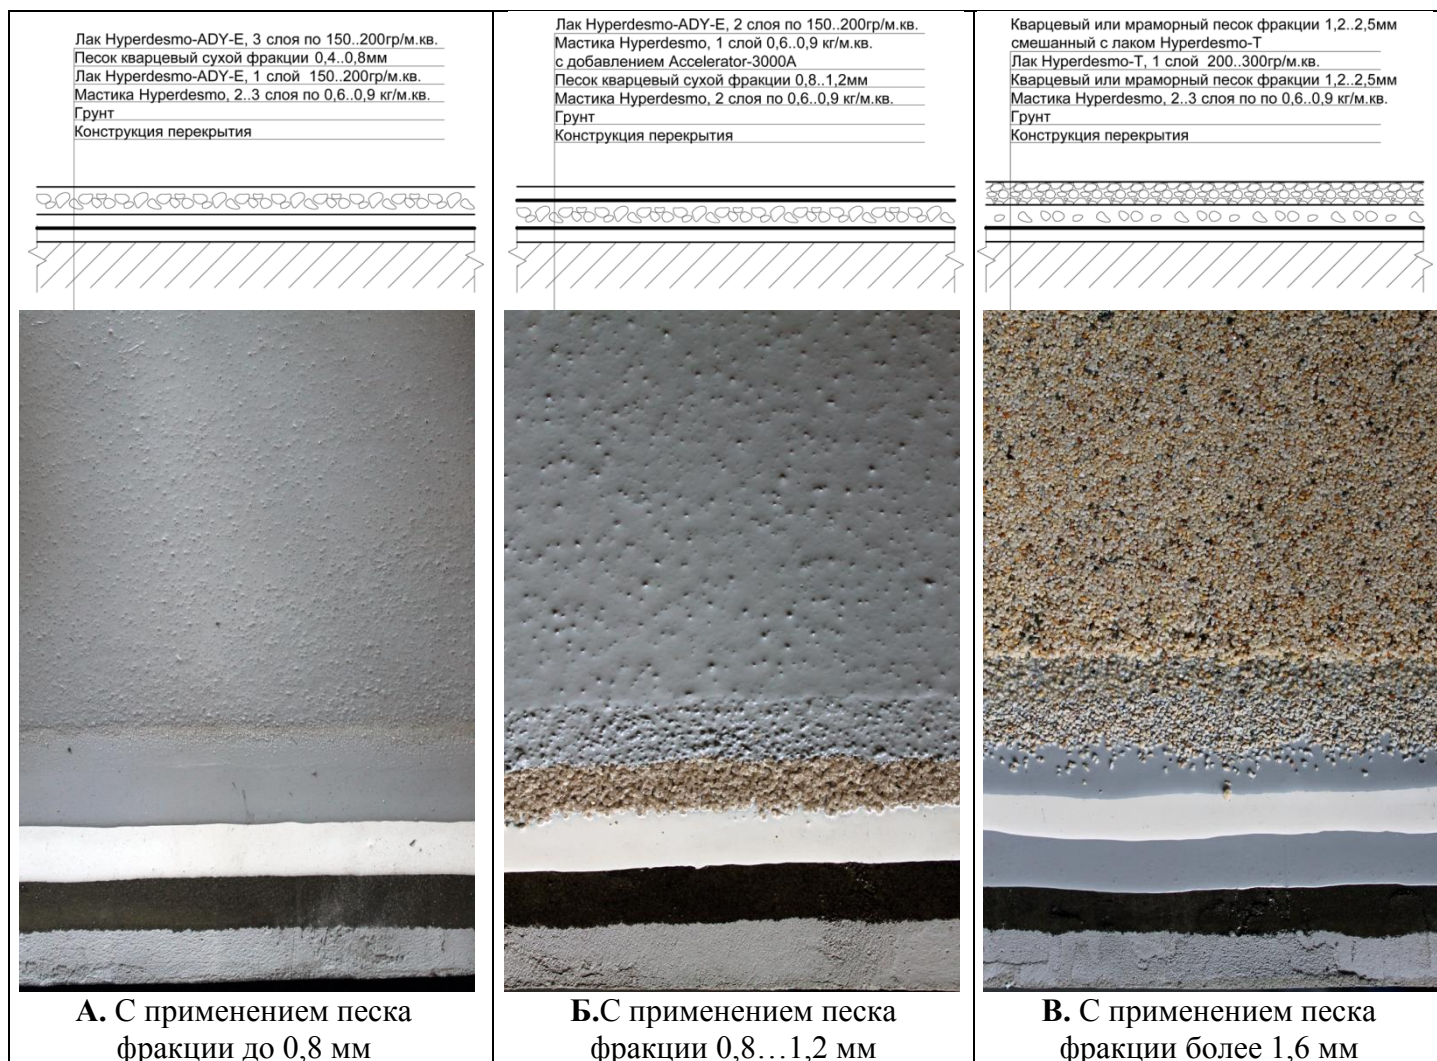

Рисунок 2.1. Варианты устройства защитных покрытий гидроизоляционной мембраны HYPERDESMO® в зависимости от крупности применяемого песка
Для создания шероховатых противоскользящих защитных покрытий в системе **HYPERDESMO®** необходимо применять посыпку песком (Рисунок 2.1.). Такие виды покрытий применяются только на горизонтальных поверхностях. В зависимости от крупности применяемого песка различаются три основных вида покрытия:
- Кварцевый или речной песок фракции до 0,8 мм насыпается на первый слой лака **HYPERDESMO®-ADY-E** до начала его полимеризации (Рисунок 2.1.А). Первый слой лака 150...200 гр/м² рекомендуется наносить на всю площадь поверхности не допуская технологических перерывов до начала поверхностного плёнообразования. Песок насыпается последовательно нанесению лака равномерно на всю поверхность с избытком – так чтобы поверхность слоя песка не была покрыта лаком. После полимеризации первого слоя лака излишки песка удаляются веником, щёткой, промышленным пылесосом. На очищенную от неприлипших частиц песка поверхность необходимо нанести 3 слоя лака **HYPERDESMO®-ADY-E** по 150...200 гр/м². Цвет такого защитного покрытия обеспечивается колорированием лака либо применением колорированного песка.
- Кварцевый песок фракции 0,8...1,2 мм необходимо насыпать на предпоследний слой мастики **HYPERDESMO®** основного гидроизоляционного покрытия (Рисунок 2.1.Б.) до начала его полимеризации. Песок также как и в предыдущем варианте с избытком насыпается на поверхность последовательно нанесению мастики с минимизацией технологических перерывов. После полимеризации мастики излишки песка тщательно удаляются щёткой, промышленным пылесосом. Последний слой мастики **HYPERDESMO®** рекомендуется наносить с добавкой **ACCELERATOR-3000A**. Удобнее распределять мастику по поверхности с помощью резинового шпателя, так чтобы оголялись вершины песчинок, создавая шероховатую поверхность. Далее наносятся 2 слоя лака **HYPERDESMO®-ADY-E** по 150...200 гр/м². Цвет такого покрытия обеспечивается колорированием лака.
- Мраморный или кварцевый песок фракции до 2,5 мм необходимо перемешать с лаком **HYPERDESMO®-T** (Рисунок 2.1.В.) и наносить с помощью шпателя на поверхность гидроизоляционного покрытия **HYPERDESMO®**. Перед этим последний слой мастики до начала его полимеризации должен быть присыпан этим же песком без излишка, так чтобы не оставалось не прилипших песчинок. Непосредственно перед нанесением смеси песка с лаком на присыпанную песком поверхность мастики нанести слой лака **HYPERDESMO®-T** 200...300 гр/м². Допускается применение песка и большей крупности, но следует учитывать и увеличение расхода лака. Цвет такого покрытия обеспечивается натуральным цветом мраморного песка или применением колорированных песков.
Аналогично покрытию (Рисунок 2.1.В.) с крупной крошкой можно применить морскую или речную гальку. Смешав её с лаком **HYPERDESMO®-Т** и нанеся с помощью шпателя можно получить покрытие как на Рисунке 2.2.